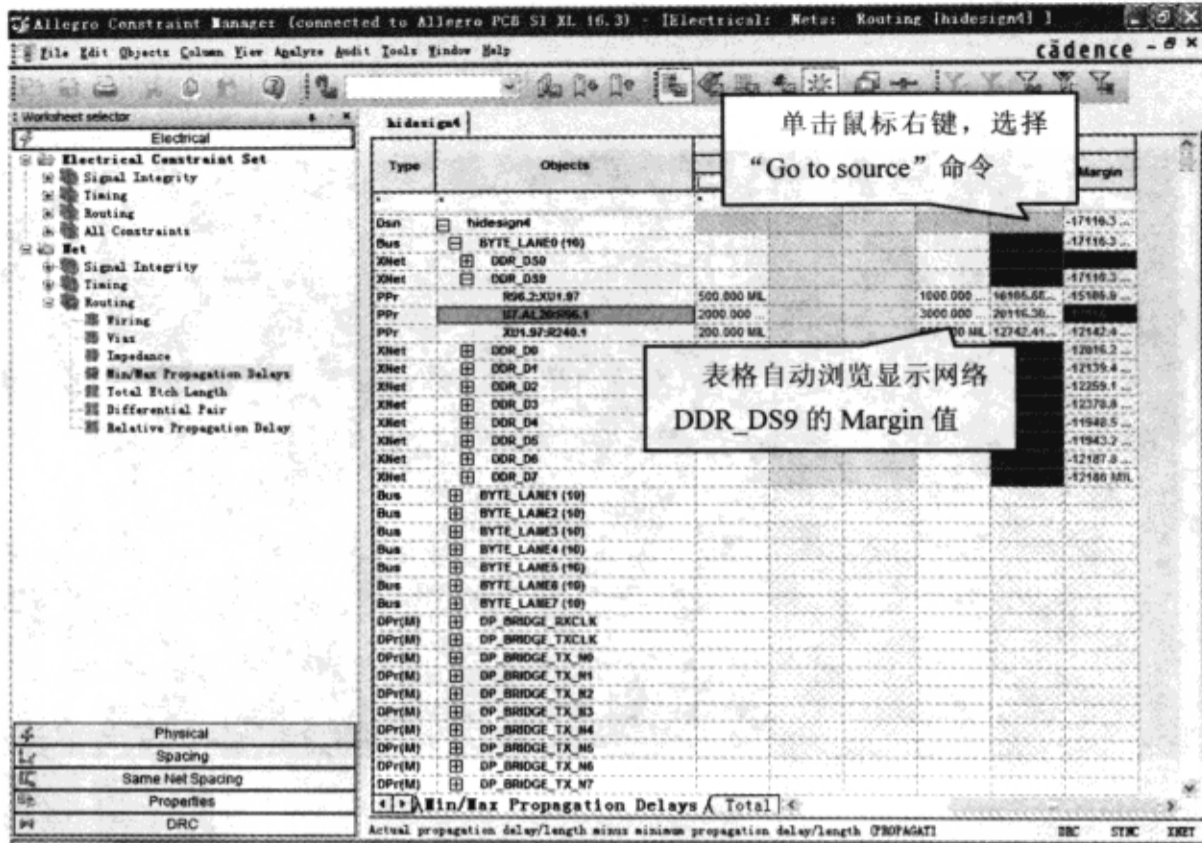

图 3-10-71 显示 DDR\_DS9 网络约束
(2) 向下滚动表格，发现在“BYTE\_LANE0”行的“Max Prop Delay Margin”值同样显示为红色，并且与“hidesign4”行的值相同。
(3) 选择“hidesign4”行显示这个值的单元格→单击鼠标右键→选择“Go to source”，表格自动浏览显示网络 DDR\_DS9 的 Margin 值，如图 3-10-71 所示。